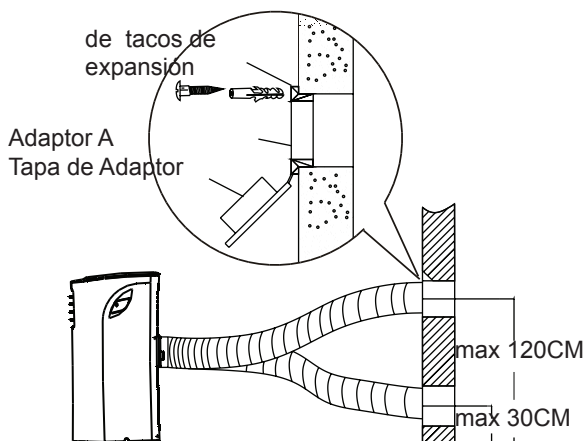

Fig.19
1. Prepare un agujero en la pared. Instale el adaptador de escape de la pared A en la pared (exterior) usando 4 tapones de expansión y tornillos de madera, asegúrese de fijar bien. (Véase la Fig. 19)